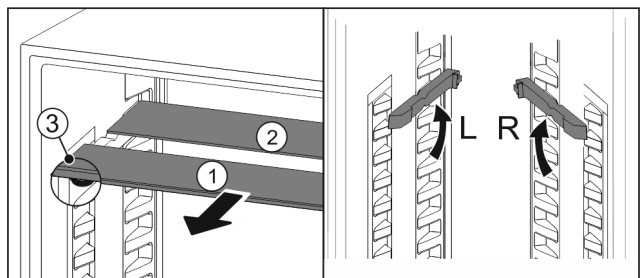

Fig. 25
- ▶ Retire las planchas de cristal individualmente hacia delante Fig. 25 [1].
- ▷ La placa de vidrio Fig. 25 (1) con moldura está situada delante.
- ▷ Los topes Fig. 25 (3) miran hacia abajo.